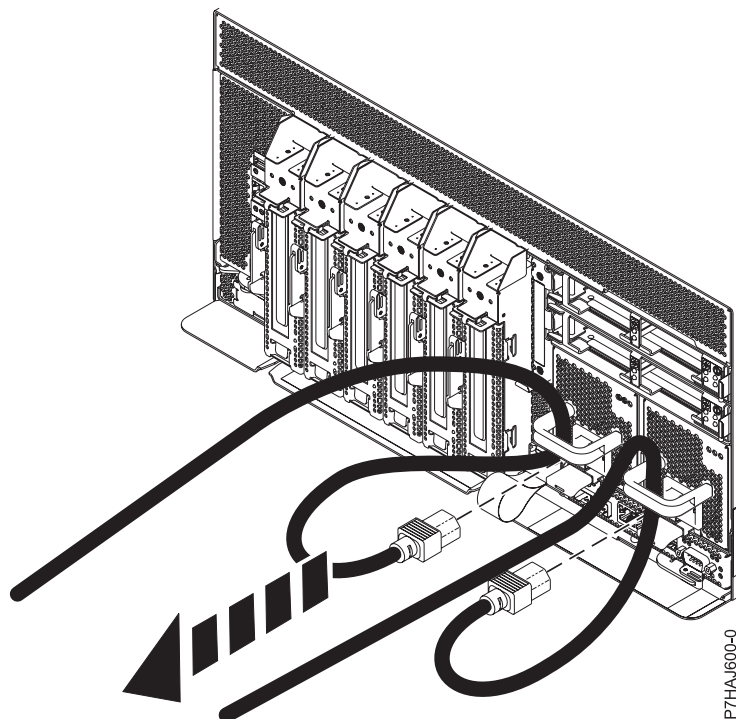

Figura 5. Quitar los cables de alimentación
3. Desconecte el cable de alimentación de la unidad del sistema, tal como se muestra en la Figura 5.